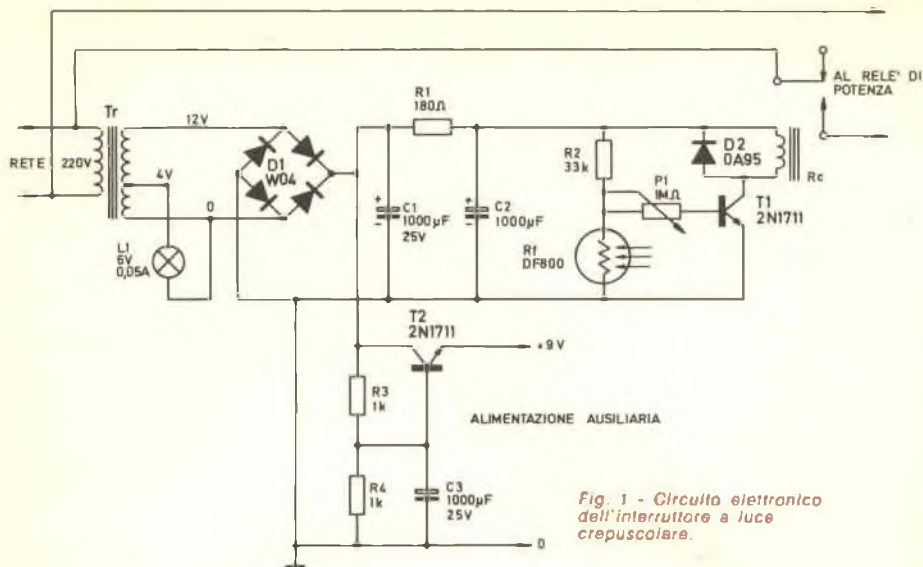

Fig. 1 - Circuito elettronico dell'interruttore a luce crepuscolare.
**ALIMENTAZIONE** - L'alimentazione deve essere realizzata in modo da fornire le tensioni e le intensità di corrente opportune per il gruppo di comando e per l'alimentazione del citofono. Per motivi di facile reperibilità e di economia, si ricorre ad un trasformatore per campanelli che fornisce le solite tensioni da 4 V, 8 V, 12 V partendo dalla rete a 220 V. La potenza disponibile è, come d'uso, pari a 5 W. Sull'uscita a 12 V (*fig. 1*) viene inserito il ponte per il raddrizzamento della corrente alternata; questo ponte, che nel nostro caso è un W 04 della GE (D1), può essere naturalmente sostituito con qualsiasi altro ponte in grado di fornire almeno 500 mA e di sopportare 12 V, oppure con quattro diodi connessi a ponte di Graetz di portata equivalente o superiore.
L'alimentazione del gruppo per il citofono viene invece prelevata dal primo condensatore elettrolitico e viene in seguito livellata e stabilizzata (*fig. 1*).